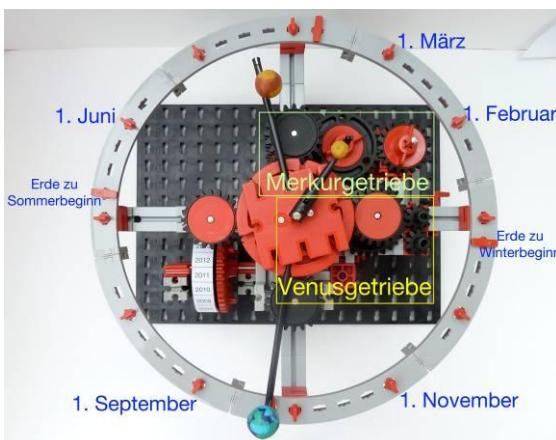

Abb. 19: Datumseinstellung
- **Getriebekopf:** Der Getriebekopf ist in Abb. 19 dargestellt. Er ermöglicht es, drei Zeiger konzentrisch um eine Achse zu bewegen und eignet sich daher auch sehr gut für Uhren mit Stunden-, Minuten- und Sekundenzeigern. Das obere Z40 besitzt überhaupt keine Nabe,
- **Datumseinstellung:** Die Datumseinstellung funktioniert über den durch eine Schnecke angetriebenen Jahreszähler und die Positionierung der Erde über dem äußeren Datumskranz (Abb. 19).